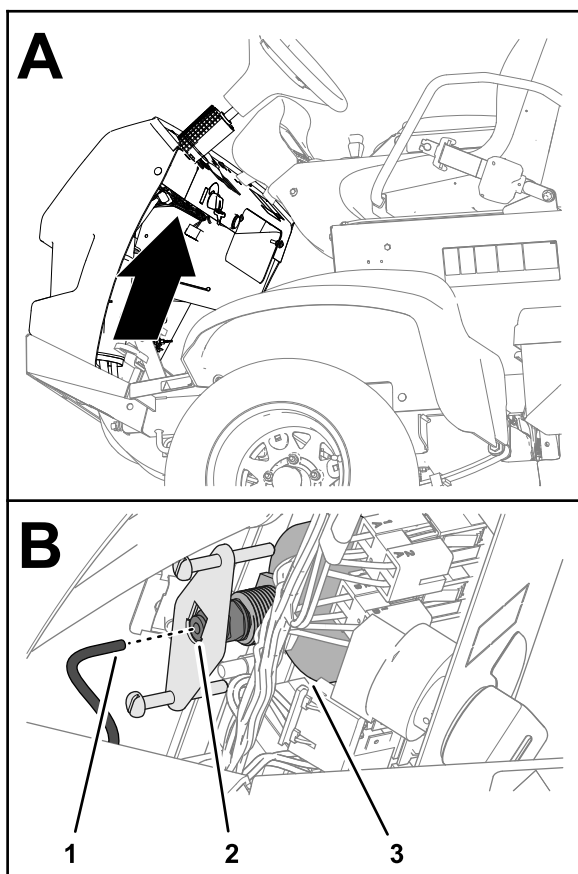

Figure 127
5. Détachez le tube au dos du manomètre et placez l'extrémité dans un bac (Figure 127).